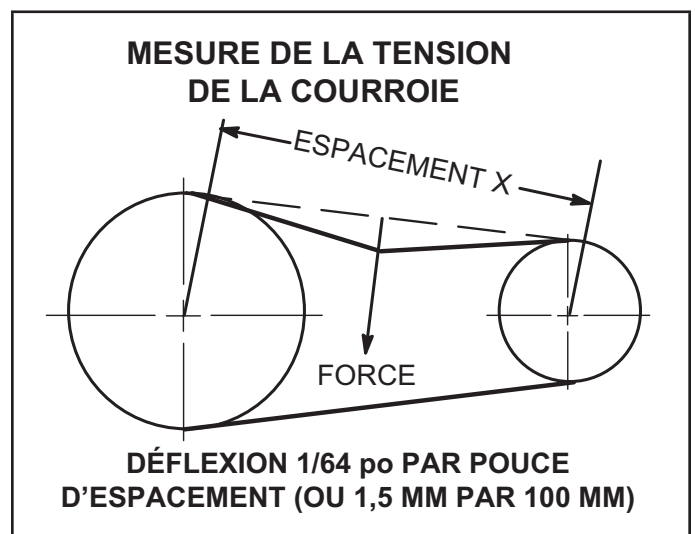

FIGURE 20
- 1 - Mesurer l'espacement X. Voir FIGURE 20.
- 2 - Appliquer une force perpendiculairement au centre de l'espacement (X) avec une pression suffisante pour faire fléchir la courroie de 1/64 po par pouce d'espacement ou 1,5 mm par 100 mm d'espacement.